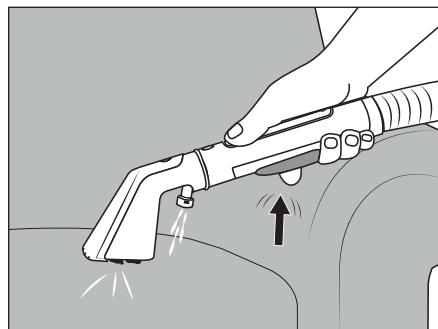

Fig. 6
- ♦ Sostenere la bocchetta per imbottiture **22** a 2-3 cm sopra l'area da pulire e azionare il tasto di spruzzo **20** per applicare acqua/soluzione detergente dall'ugello vaporizzatore **26** (vedere fig. 6).